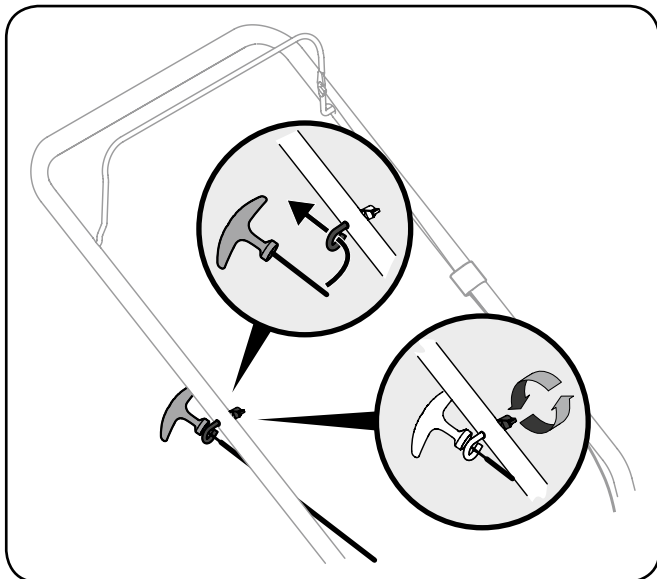

Рис. 3-3
3. Пропустите его сквозь ушко на боковой стороне рукоятки. См. рис. 3-3.